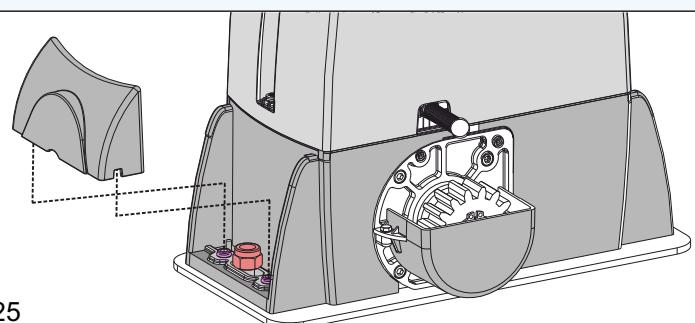

Fig. 25
- 11.1. A la fin de l'installation mécanique et après avoir exécuté tous les réglages nécessaires, monter les deux couvre-vis du motoréducteur comme montré en Fig. 25